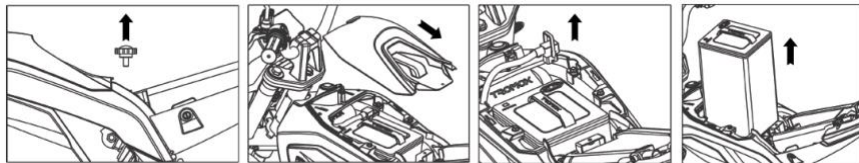

Figura 3
(2) Desatornille el perno. - Tire hacia atrás de la cubierta superior. - Extraiga el conector del cable de la batería. - Levante la batería. (Figura 3)